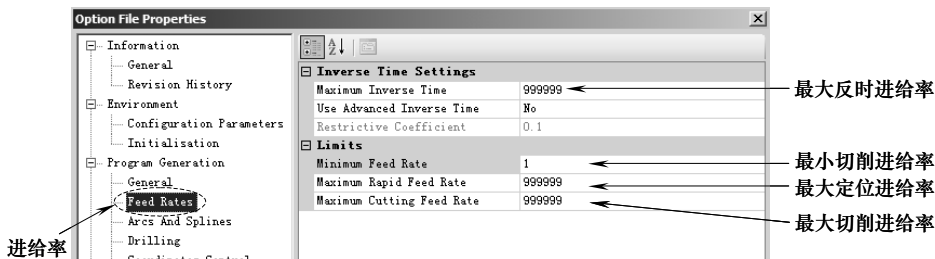

图 9-26 设置极限进给率
4) Program Generation→Feed Rates: 设置极限进给率, 如图 9-26 所示。